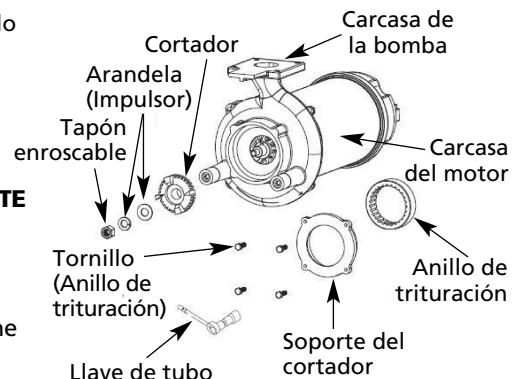

Figura 8
2. Quite el soporte del cortador (Figura 8) y el anillo de trituración. Quite el tornillo, arandela, arandela de presión y luego el cortador. Limpie y examine el cortador, el anillo de trituración y el soporte del cortador por picaduras o desgastes y reemplace si es necesario. Para mantener la operación de la bomba de trituración eficiente, el cortador y el anillo de trituración deben tener bordes afilados. Ninguna de las partes se puede afilar para renovar su capacidad de corte. El cortador se debe reemplazar y el anillo de trituración invertir o reemplazar. Inspeccione el soporte del cortador y reemplace si está cortado o dañado.